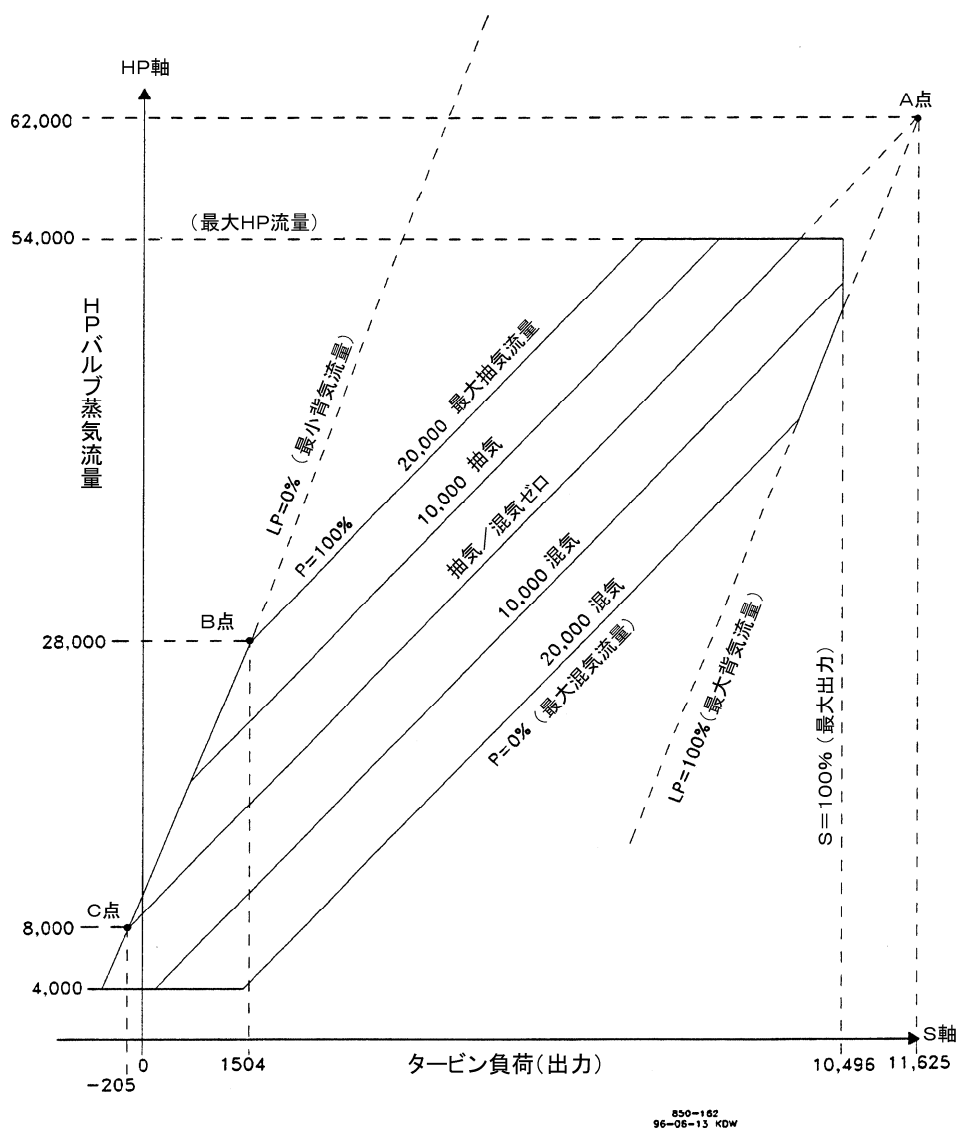

図5-6. 通常の抽気&混気タービンの蒸気マップ
タービンの抽気/混気蒸気マップを 505E にプログラムする前に、A、B、Cの各交点の位置が明確になっていなくてはなりません。(図 5-6 を参照の事。)
B点とC点の位置が明確になっていない場合、B点とC点の位置が明確になるように、蒸気マップを修正しなければなりません。LP=0 の線を、新しく作成して追加します。LP=0 の線を新しく作成するには、タービン出口で要求される最小蒸気流量(背圧の最小値)がわかっていなければなりません。ここに掲載された蒸気マップ(図5-6)では、要求される最小蒸気流量は8,000ポンド/時です。
1. 最大抽気流量の線を延長する。図5-6を参照の事。
この操作された蒸気マップからは、タービンの制御に必要な10個の値を拾い出す事ができます。図 5-6 の蒸気マップを使用して、以下にその例を示します。